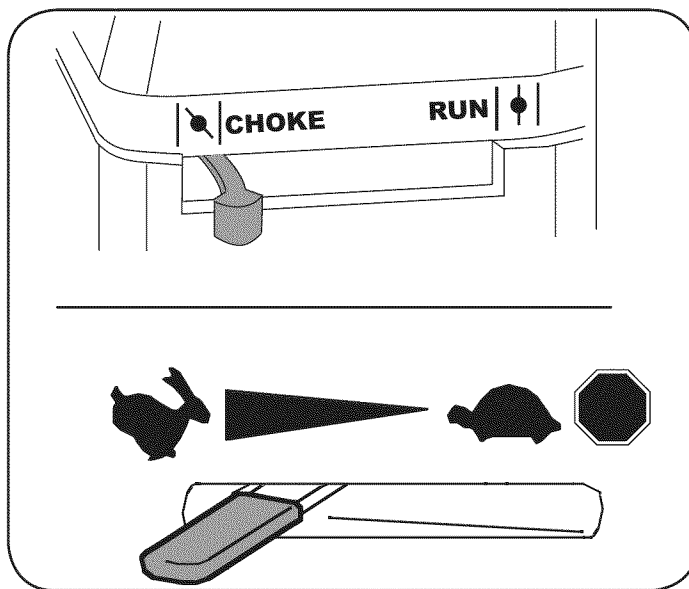

Figura 9
4. Mueva la palanca del cebador del motor a la posición CHOKE (Si el motor está tibio puede no ser necesario cebarlo). Vea la Figura 9.
liebre). Vea la Figura 9.